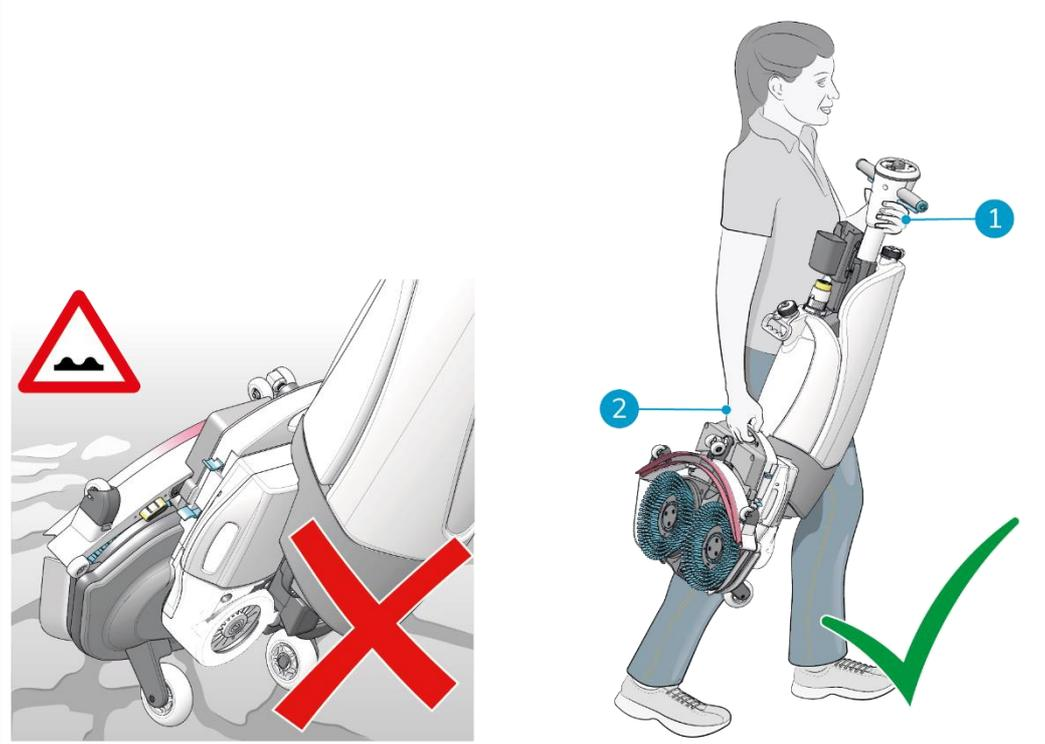

Figure 7
2. Portez l'i-mop XL Pro d'une seule main (Figure 7, pos. 2) tout en tenant le manche avec l'autre main (Figure 7, pos. 1).